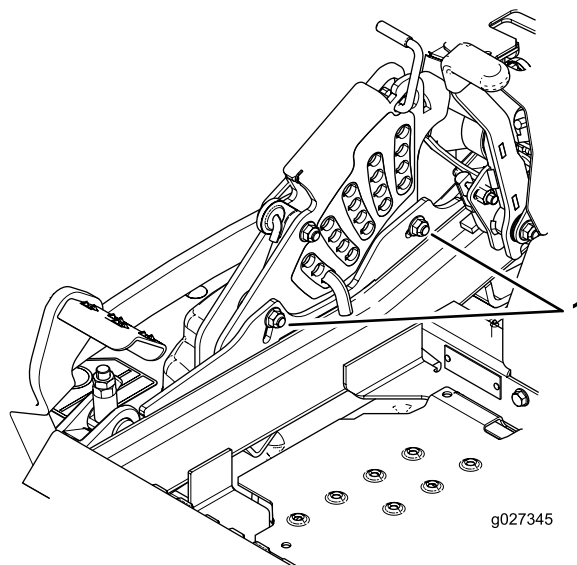

Figure 95
12. Pour régler le système monopoint, desserrez les deux boulons au bas de la plaque de hauteur de coupe. Voir Figure 95.
14. Serrez les 2 boulons au bas de la plaque de hauteur de coupe (Figure 95). Serrez les 2 boulons à un couple de 37 à 45 Nm (27 à 33 pi-lb).